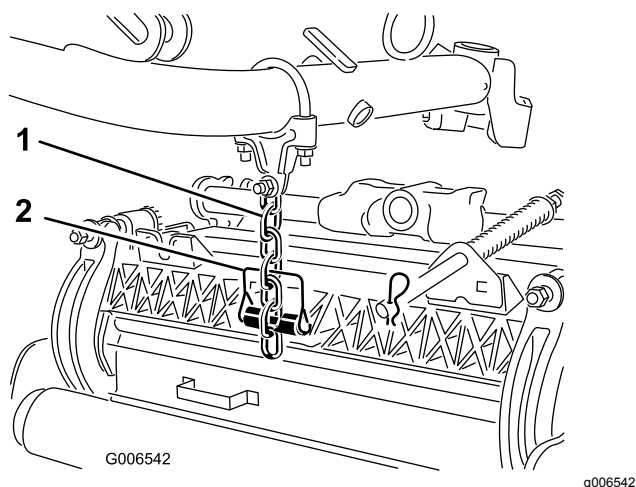

Figure 13
8. Fixez la chaîne du bras de levage au support de chaîne de l'unité de coupe (Figure 13) avec la goupille à fermoir comme suit :